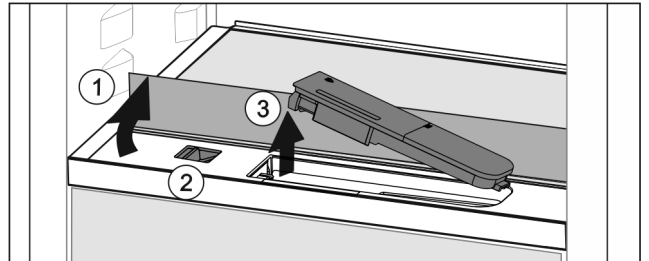

Fig. 134
- ▶ Løft glaspladen og klap den bagud til anslag Fig. 134 (1).
- ▶ Skyd skyderen Fig. 134 (2) mod venstre.
- ▶ Tag vandbeholderen Fig. 134 (3) ud.